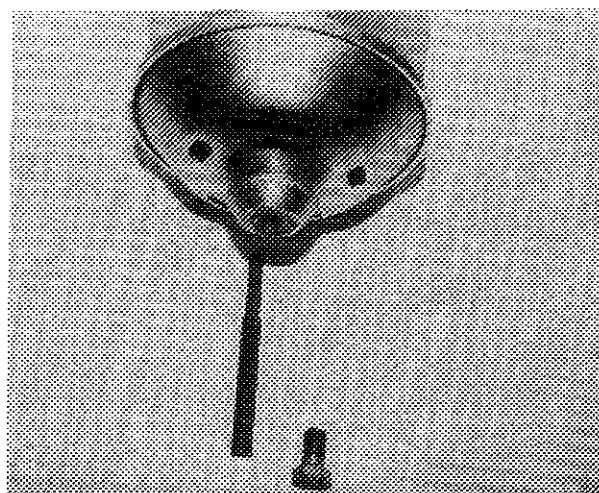

Bild 16
2. Demontera variatorn från motorn. Distanspinnen stickes in i variatorn med den smala änden först. Reservdelsnr. på avdragare 16299. (Bild 16)